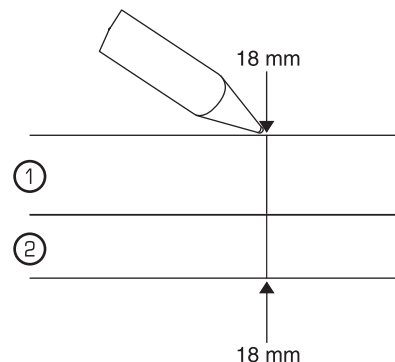

Рис. 23
1. Положите зелёную трубку ① как указано на схеме ниже, положите синюю трубку ② как указано внизу. Используйте ручку или маркер, чтобы поставить отметки по стрелкам (рис. 23).